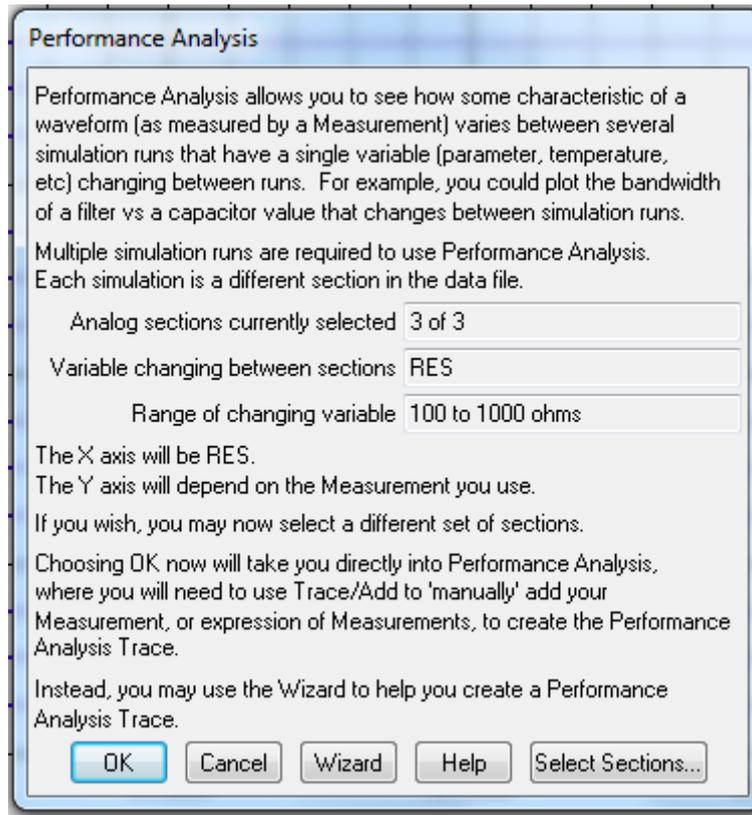

Рис. 10.6. Окно анализа производительности
1. В окне Probe откройте Trace > Performance Analysis (рис. 10.6).